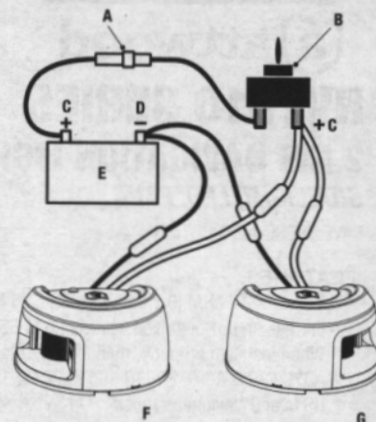

Figura 4
7. Para fijar la cubierta, alinee el borde inferior de la cubierta con el borde posterior de la carcasa con la cubierta a un ángulo de 454 grados (Figura 4).